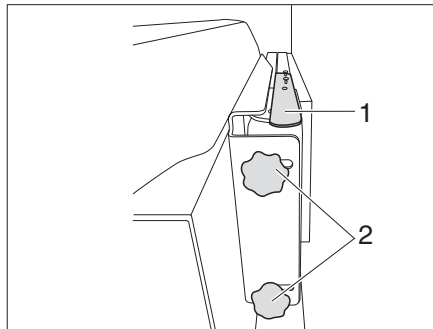

Bild 131 Fäste med ledad arm (variant 1)
- Tryck spaken (Bild 131,1) nedåt för att lossa den platta bildskärmen ur spärren. Släpp spaken.
- Lossa två 2 räfflade skruvar (Bild 131,2) och sväng den platta bildskärmen till önskat läge. Dra fast räfflade skruvar (Bild 131,2) igen.